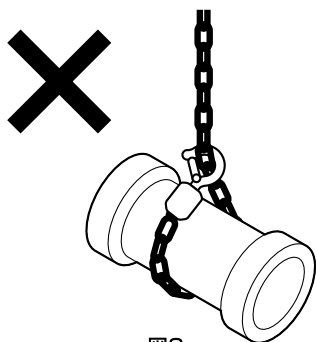

図8
- (20)ロードチェーンを荷に巻き付けて使用しないでください。図8